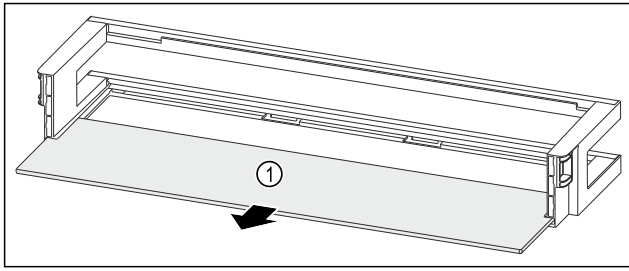

Fig. 89 Дверная полка со съемной полкой
- ▶ Извлеките съемную полку Fig. 89 (1).